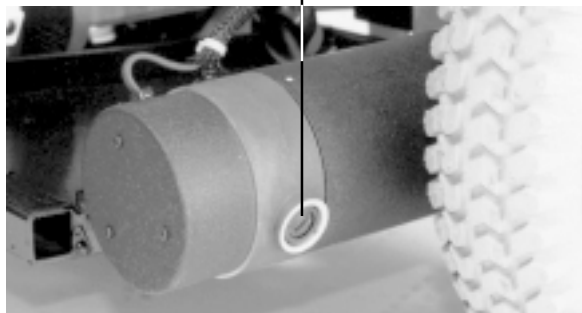

Figura 26. Motore
2. Svitare le protezioni delle spazzole del motore. Figura 26.